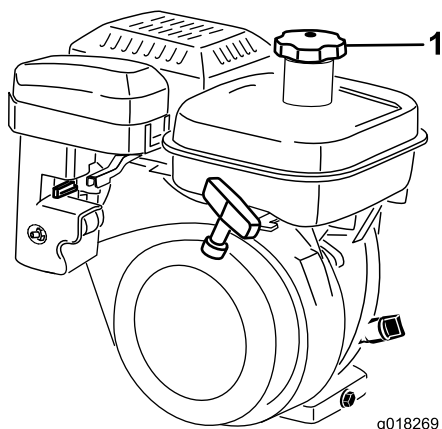

図 25
1. 燃料キャップ 図 25 の周囲をきれいに拭いてからキャップを外す。無鉛ガソリンをフィルタスクリーンの下まで給油する。入れすぎないこと。